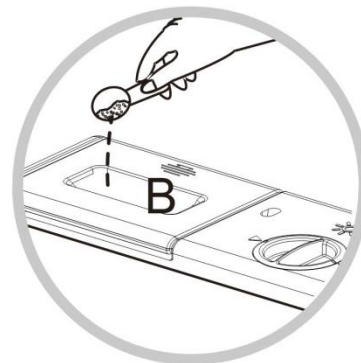

Figura 6-2-4
- Añadir agente limpiador en el contenedor B para prelavado, poner en el contenedor B una pequeña cantidad de agente limpiador, polvo limpiador o bloque de polvo para el lavado principal o prelavado; Figura 6-2-4 a continuación.